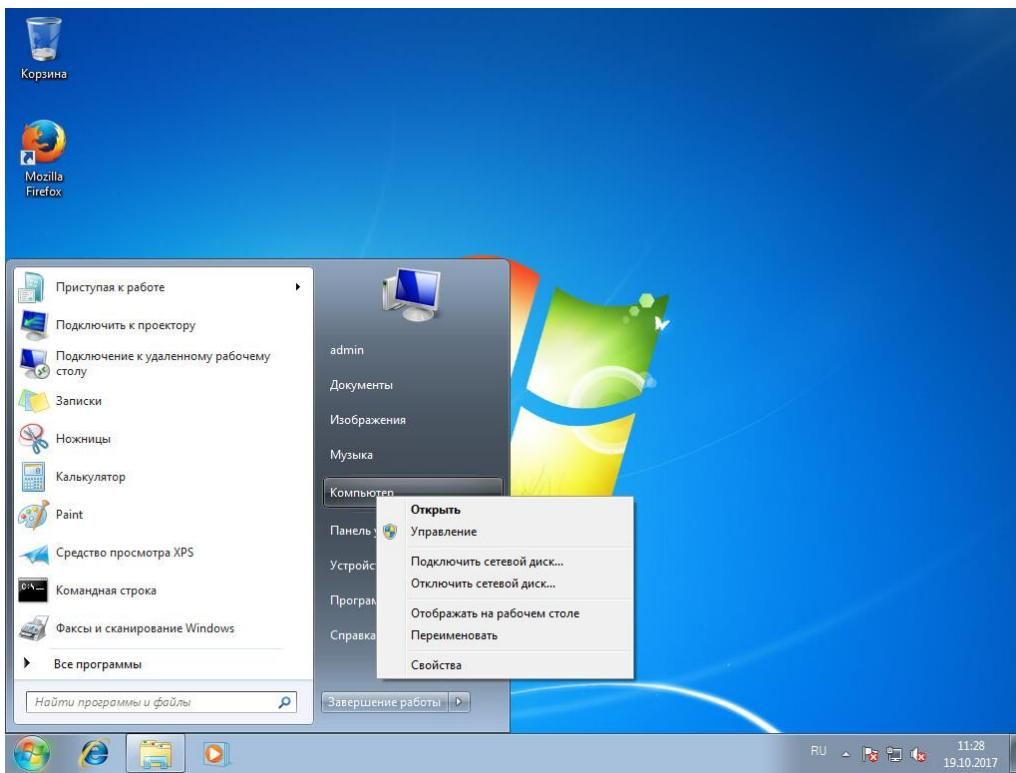

Рисунок 148. Подключение сетевого диска в Windows 7
1. В меню «Пуск» нажать на правую клавишу мыши на «Компьютер» (см. Рисунок 148).